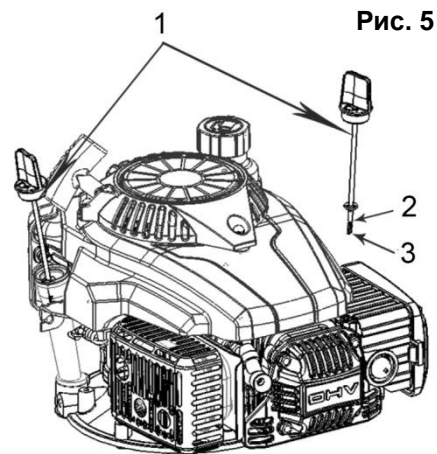

Рис. 5
- Отверните один масляный щуп (1)(См. Рис.5) и проверьте уровень масла.
- Если уровень масла меньше нижней линии (3)(См. Рис.5) на щупе, долейте масло до верхней отметки (2)(См. Рис.5). При загрязнении, масло необходимо заменить.